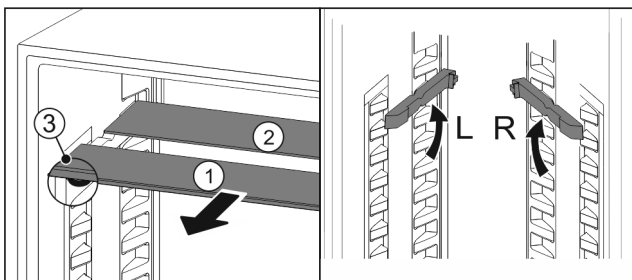

Fig. 77
- ▶ Издърпайте Fig. 77 (1) поотделно стъклените плочи напред.
- ▷ Стъклената плоча Fig. 77 (1) с декоративната лайсна е отпред.
- ▷ Ограничителите Fig. 77 (3) сочат надолу.